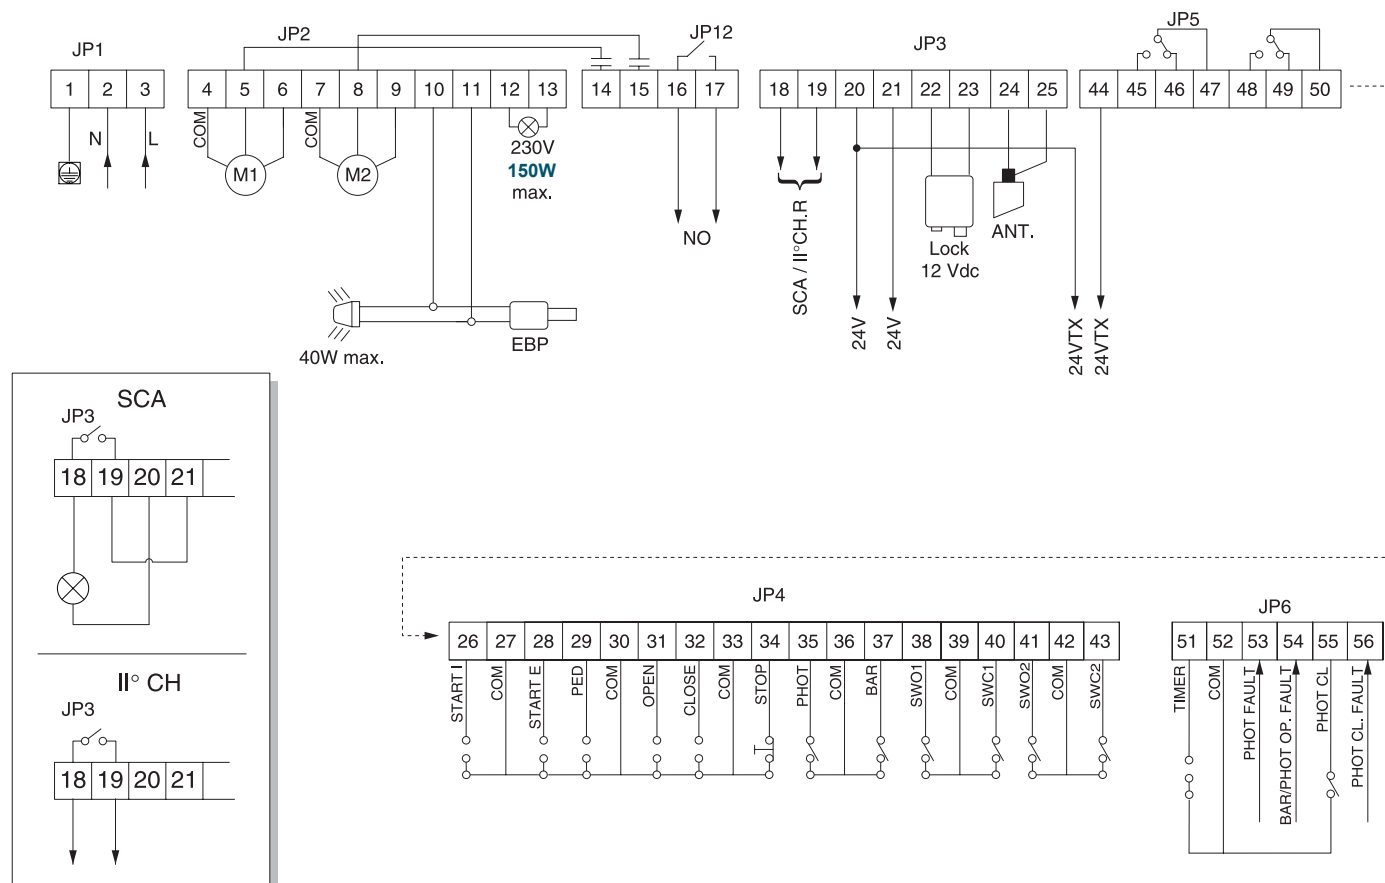

Fig. 4
Neste último caso, a programação do receptor executa-se através da conexão de UNIRADIO ao quadro de comando **RIGEL 5**, utilizando os acessórios UNIFLAT e UNIDA tal como indicado na Fig. 4.
15) PLACA SEMÁFORO / PRÉ-AQUECIMENTO DOS MOTORES SSR5 (Fig.4)
15.4) Ligações na placa de bornes SSR5 (Fig.4)
15.6) Led de sinalização presentes na placa (Fig.4)